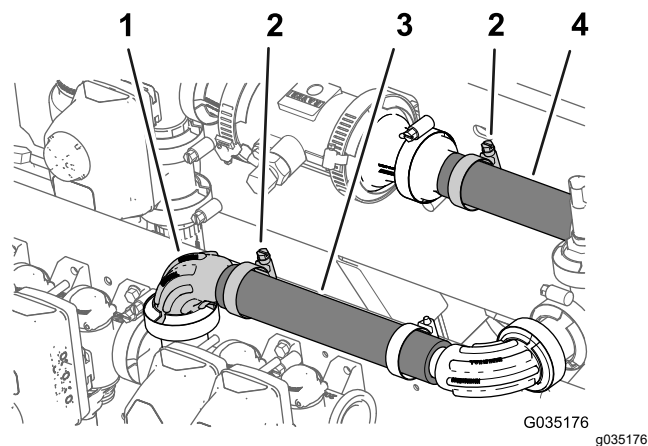

Figura 64
- Conecte la manguera (1" x 8½") al conector con brida de 90° (1") como se muestra en la Figura 64.
- Sujete la manguera al conector con brida con una abrazadera (Figura 64).
- Apriete la abrazadera que sujeta la manguera (1" x 7¼") al conector dentado con brida (1") que ensambló en Instalación del transductor de presión en la máquina \(página 31\); consulte Figura 64.